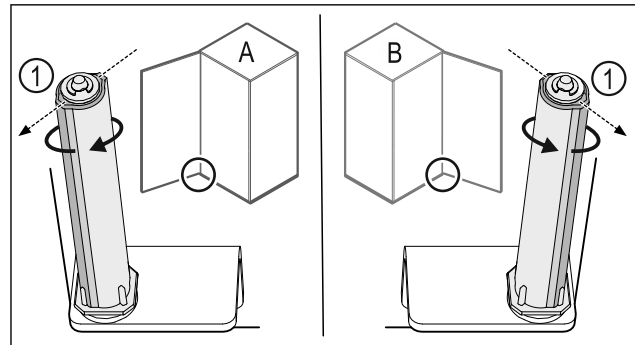

Fig. 29 Левое навешивание (A) / правое навешивание (B)
- ▶ Поворачивайте систему закрытия, преодолевая сопротивление до тех пор, пока ее ребро Fig. 29 (1) не будет направлено наружу.